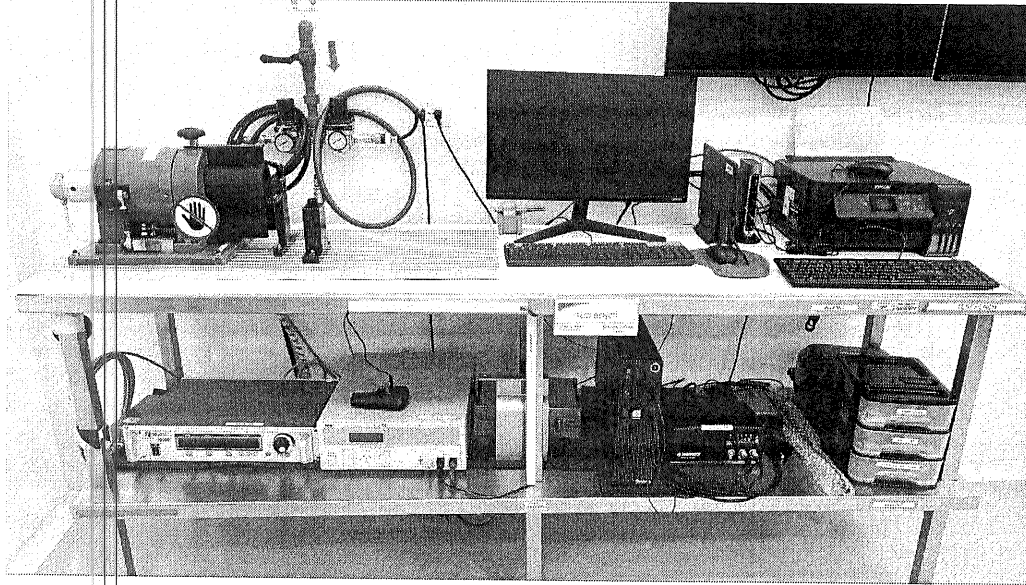

Figura 5. Banco de pruebas para motores SYNTHES
- Pruebas potencia: Conecte el Electric Pen Drive (código 05.001.010) al banco de pruebas (figura 5), asegurando su fijación correcta y estable. Cargue el software de diagnóstico correspondiente e inicie la prueba de potencia. Para validar el rendimiento operativo, la lectura debe situarse dentro del rango especificado por el fabricante: entre 45W y 90W vatios.